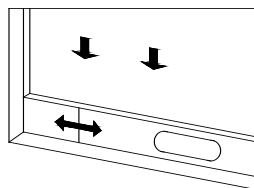
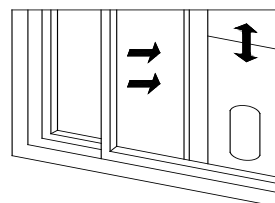

Fig. 2
Fig.3
1) Abra a janela até a metade e monte o conjunto da placa de vedação na janela (como mostrado na Fig. 2 e Fig. 3). Os componentes podem ser colocados na direção horizontal e vertical.